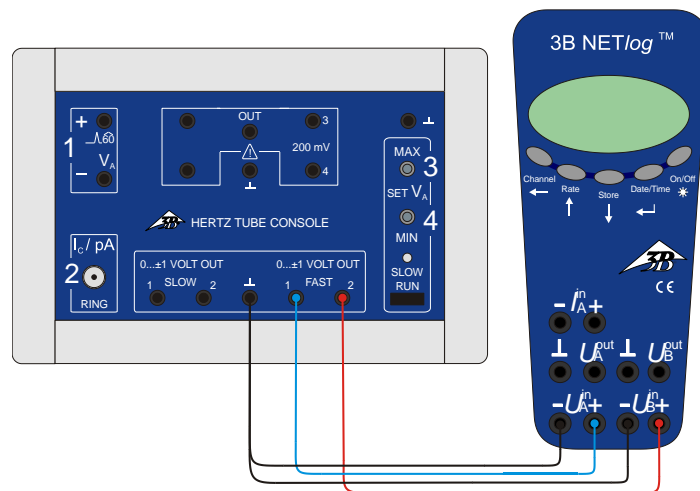

Fig. 2 Collegamento del 3B NET/log™ al dispositivo di comando per tubi per potenziale critico
- Collegare l'uscita Fast1 dell'unità di comando all'ingresso A e l'uscita Fast2 all'ingresso B di 3B NETlog™. (Vedere Fig. 2)